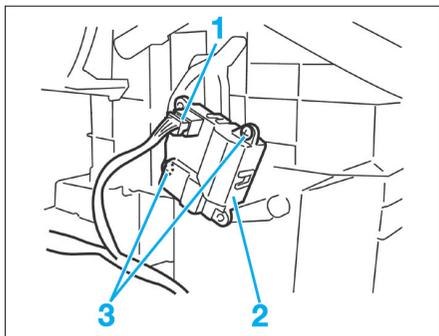

FIG. 16
- Débrancher le connecteur (1) du servomoteur de température (2) (**Fig.16**).
- Déposer les deux vis (3) de fixation du servomoteur.